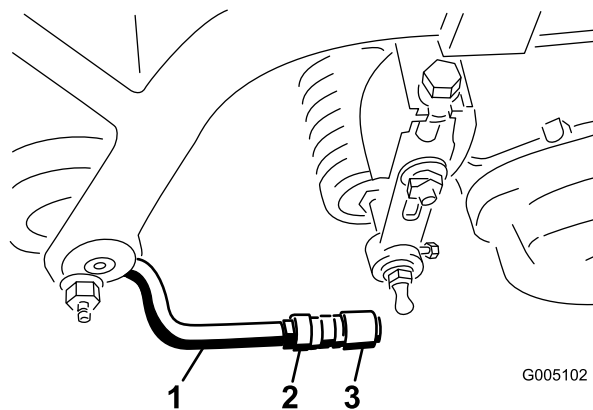

Figura 13
- Efectue o alinhamento dos suportes com as juntas esféricas, de forma a que a zona aberta do suporte se encontre perfeitamente centrada com o tampão esférico. Aperte as porcas para fixar os suportes na posição correcta (Figura 13).